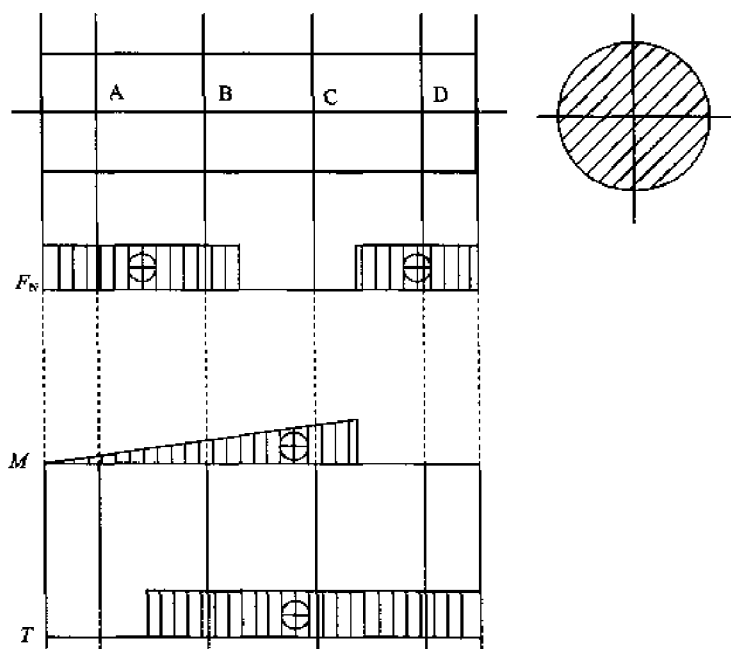

图 8-40
8. 焊件内力情况如图 8-40 所示, 欲用第三强度理论对 A、B、C、D 四个截面进行校验, 现有如下三个公式: